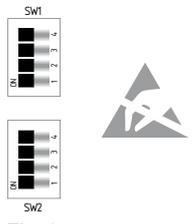

Fig. 3
**Impostazione del ritardo alla diseccitazione (vedere Fig. 3 e 4)**
- I DIP switch si trovano sotto il coperchio frontale del modulo (vedere Fig. 3 e 4).